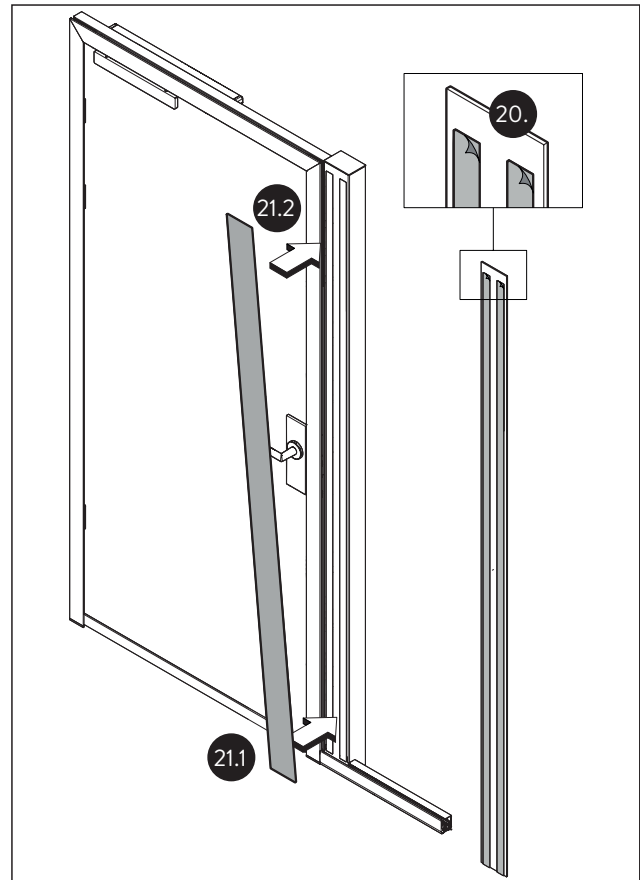

Abb. 14 Die Folienstreifen abziehen und das Abdeckprofil montieren
21. Das Abdeckprofil auf der Außenseite unten auf das Glas ansetzen und von unten nach oben aufkleben, sodass die Rückseite des Grundprofils nicht mehr zu sehen ist (siehe Abb. 14).